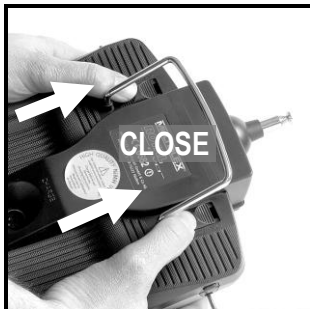

Abb. 9.4.1.4.
- c. Gehäuseboden vorsichtig schräg auf die Gehäusehinterkante aufsetzen und darauf achten, dass beide Halteklammern korrekt aufsitzen (Pfeile in → Abb. 9.4.1.3.).